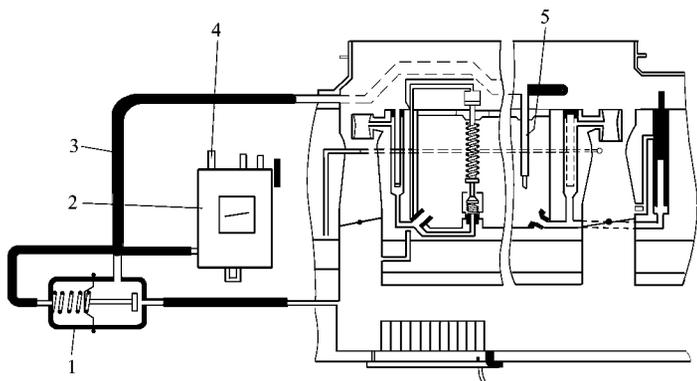

图 5 - 54 超速装置
(1) 超速装置 作用是向发动机提供“超速混合气”,改善燃烧效率,将超速阶段的未燃碳氢化合物含量保持在最低限度,如图 5 - 54 所示。